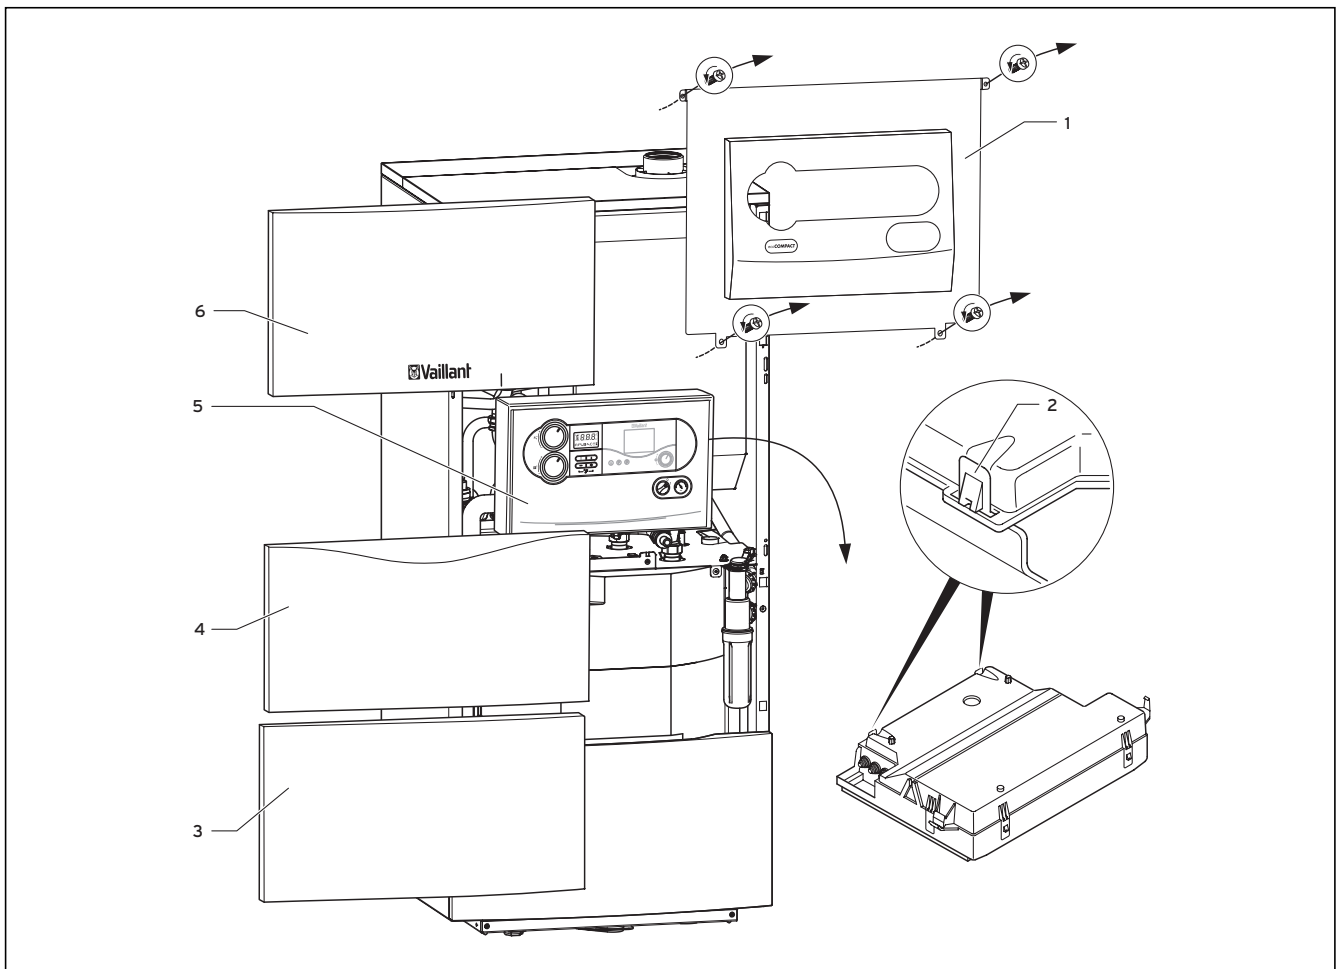

Abb. 5.6 Geräteverkleidung abnehmen
- Öffnen Sie das Gerät (vgl. Abb.5.6 und Hinweise auf Seite 19).
- Schrauben Sie die Verschraubung (1) des Zirkulationsrohres vom Anschlussstück ab und verschließen Sie den Anschluss mit der beiliegenden Dichtung (3) und der Kappe (2).
Gehen Sie bei der Anschlussverdrahtung wie folgt vor, siehe Abb. 5.6: